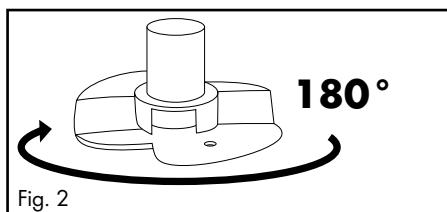
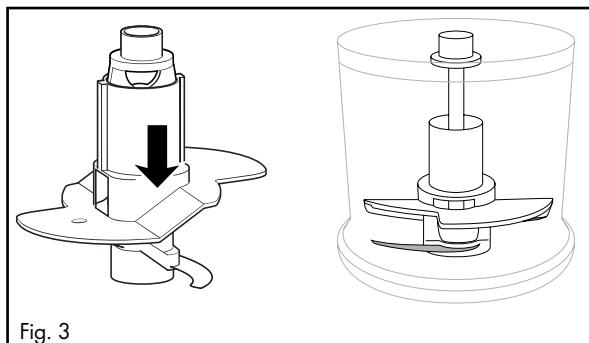

Fig. 2
Fig. 3
- Pour 200 ml de crème, tournez l'accessoire batteur **10** verticalement à 180° (fig. 2) de sorte qu'il n'appuie plus que sur une lame-hélice **7** et s'enclenche (fig. 3). Dans ce cas, il fouette la crème plus en hauteur :